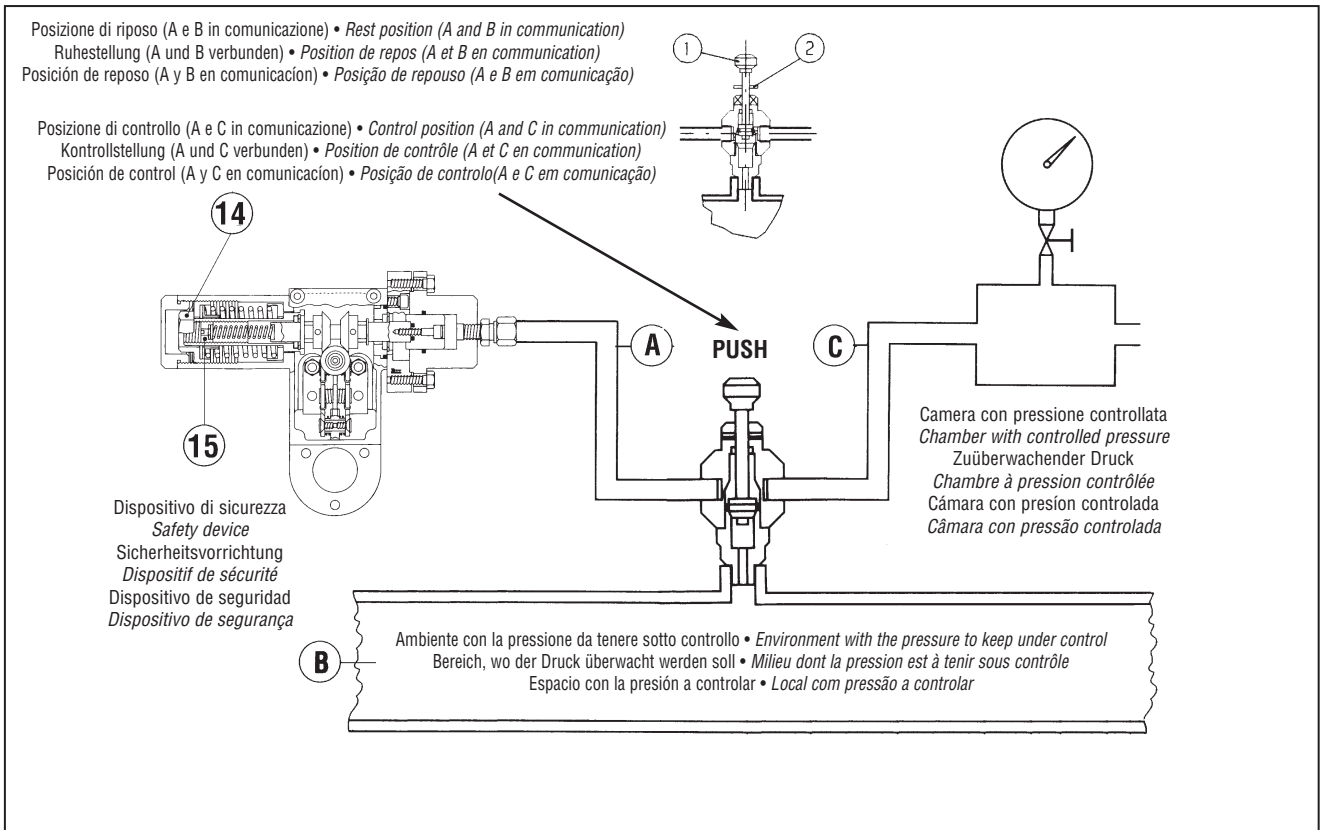

Fig. 22
B) Per dispositivi sprovvisti della valvola "push" (fig. 22) è consigliabile collegare separatamente la testata di comando ad una pressione ausiliaria controllata e ripetere le operazioni qui sopra descritte.
B) On devices without the "push" valve (fig. 22) we recommend separately connecting the control head to a controlled auxiliary pressure and repeat the operations described above.
B) Bei Anlagen ohne Prüfventil "Push" (Abb. 22): Impulsleitung lösen und Prüfleitung am SAV-seitigen Anschluß anschließen; weiteres Vorgehen wie oben beschrieben.
B) Pour les dispositifs sans vanne "push" (fig. 22) il est conseillé de brancher séparément la tête de commande à une pression auxiliaire contrôlée. Répéter les opérations décrites ci dessus .
B) Respecto a los dispositivos no provistos de la válvula "push" (fig. 22), se aconseja conectar por separado la cabeza de mando con una presión auxiliar controlada, y repetir las operaciones descritas más arriba.
B) Para instalações sem a válv. "push", ligar directamente a fonte exterior de pressão ao prato da válv. de segurança (fig. 22) e proceder como descrito anteriormente.